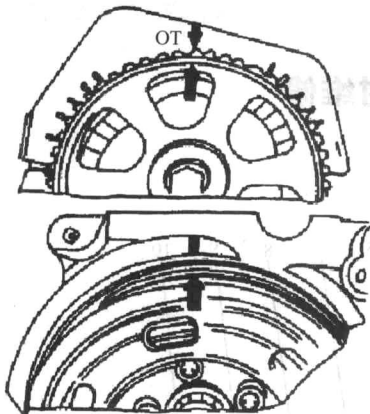

图 1-2 带轮标记与正时标记对齐
(2) 发动机正时带单元拆卸步骤
- ① 拆下空气滤清器。
- ② 拆下多楔带与张紧装置。
- ③ 拆下正时带上护罩。
- ④ 按发动机旋转方向转动曲轴多楔带轮，使带轮上的标记与基准点对齐，如图 1-2 所示，此时一缸活塞位于上止点位置。
- ⑤ 拆下曲轴多楔带轮及正时带的中护罩和下护罩。
- ⑥ 松开正时带张紧轮紧固螺栓。
- ⑦ 标明正时带的旋转方向。
- ⑧ 取下正时带。
(3) 发动机正时带单元安装步骤